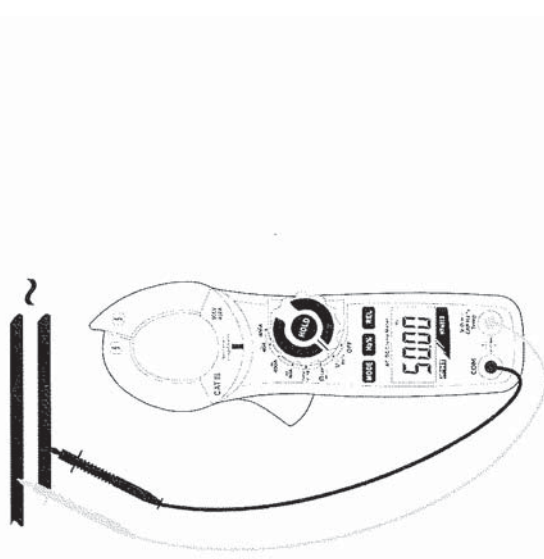

Fig. 4: Uso della pinza per misure di Frequenza e Duty Cycle
3. Inserire il cavo rosso nel terminale di ingresso **VΩ→** **⊖CAPHz%**Temp e il cavo nero nel terminale di ingresso **COM** (Fig. 4) per misura di frequenza con puntali. Il valore della frequenza (Hz) o del duty cycle (%) è mostrato a display